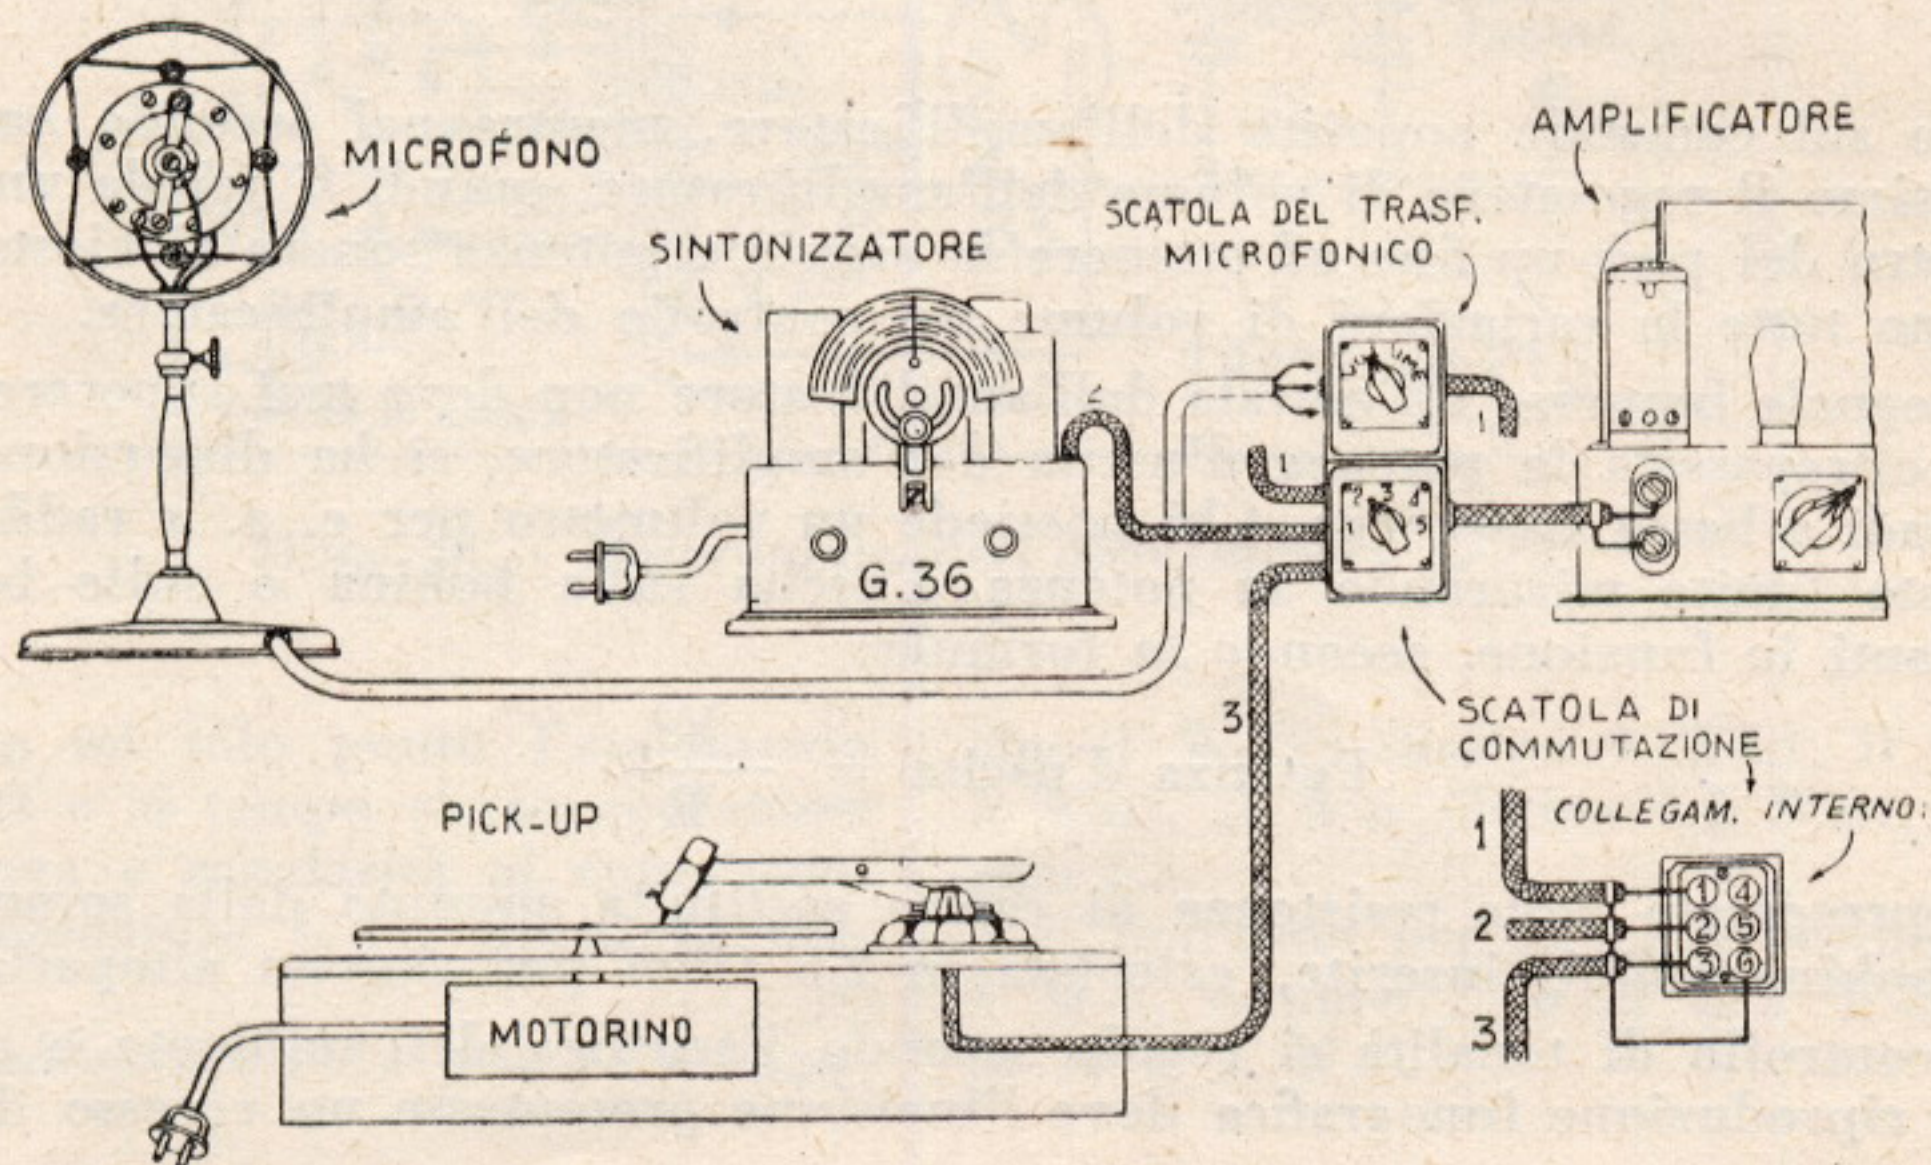

FIG. 29.
3. — Le posizioni utili della scatola di commutazione sono tre. Secondo i collegamenti dello schema si avrà: nella prima il microfono; nella seconda il sintonizzatore; nella terza il pick-up (Fig. 29).